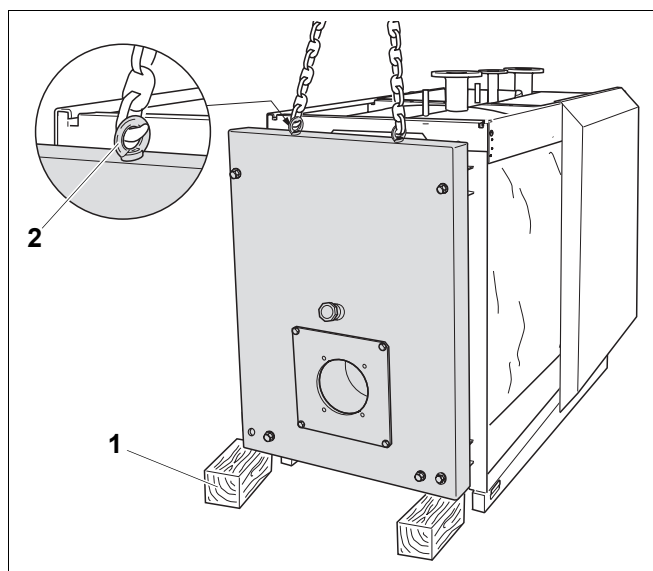

Рис. 5 Установка брусков под дверь котла и ее страховка (на рисунке пример с S635)
- Подложите бруски под передний край двери котла (рис. 5, поз. 1).
- Зацепите дверь котла краном или талью сверху за два рым-болта M24 (рис. 5, поз. 2), вставленных в отверстия, и натяните цепь. Учитывайте вес котла, см. таб. 1.
- Дверь котла из положения к передней стенке котла установите в обратном порядке так, чтобы она встала на бруски (рис. 5, стр. 5).